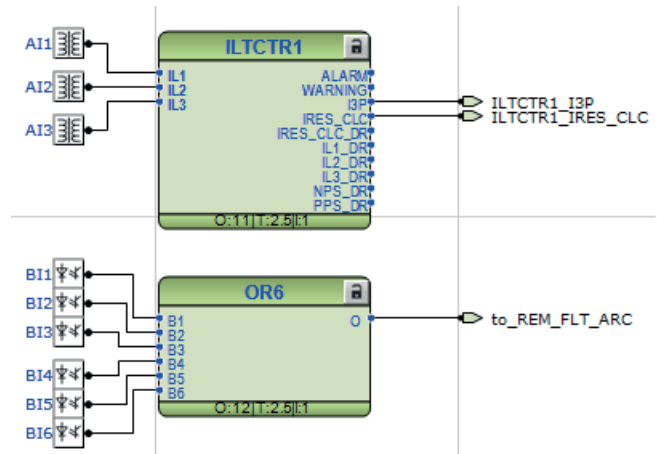
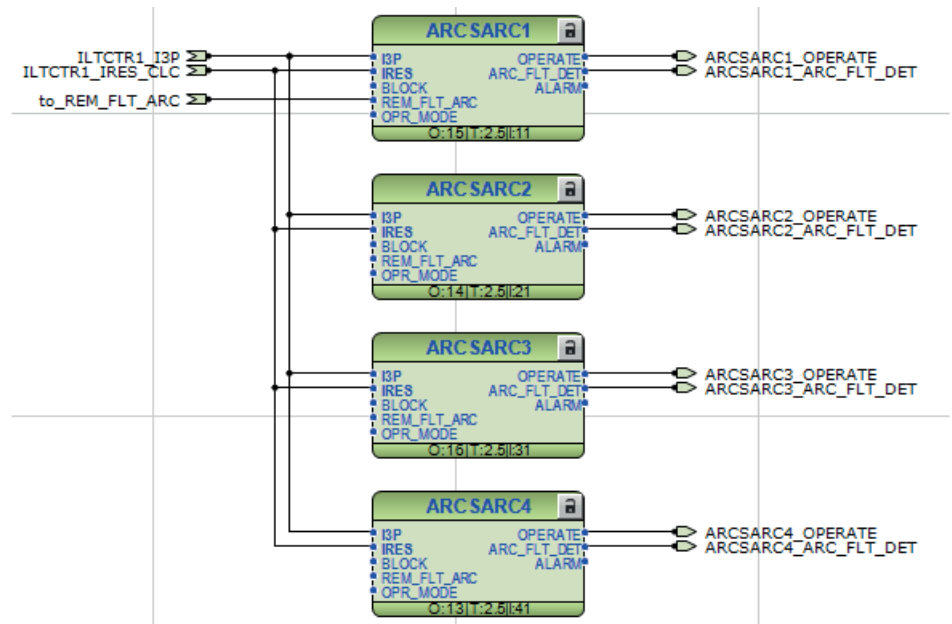
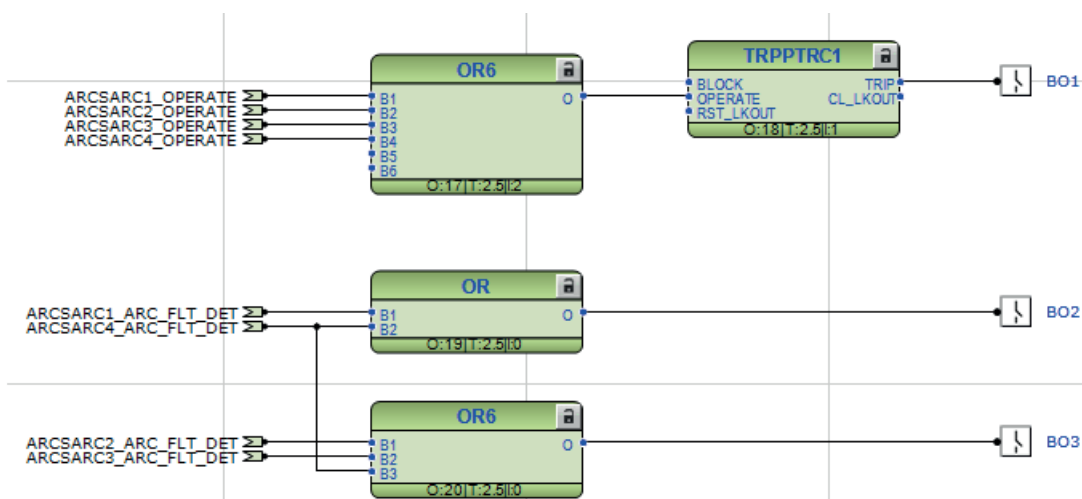

Abb. 70: Relaiseingang- und Vorverarbeitungsanschlüsse
Abb. 71: Anwendungs-Funktionsblockanschlüsse
Abb. 72: Relais-Ausgangsanschlüsse
Die Relaiskonfiguration ist in die Anwendungskonfiguration in PCM600 implementiert. Sie wird in Abbildung 70, Abbildung 71 und Abbildung 72 dargestellt. Die Funktion implementiert die konzeptionelle Logik, wurde jedoch so ausgelegt, dass die Funktionsblöcke des Relais mit ihren Merkmalen berücksichtigt werden.
- 1) Lichtbogen-Sensoreingänge ARC1...4 werden immer intern zu den ARCSARC1...4-Funktionsblöcken geführt. Diese Eingänge sind in Abbildung 70 nicht dargestellt.
Die Konfiguration erfordert auch andere spezifische Funktionen, die in Tabelle 161 aufgeführt sind. Darüber hinaus werden einige Logikgatter für die Implementierung der notwendigen Logik benötigt. Diese sind in Abbildung 71 und Abbildung 72 dargestellt.